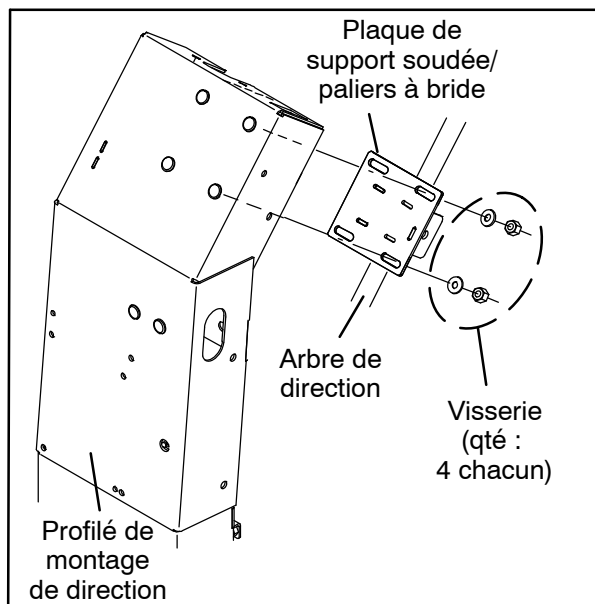

FIG. 46
7. Reposez la visserie de fixation de la plaque de support soudée/les paliers à bride sur le profilé de montage de direction. Ne serrez pas la visserie à fond. La visserie sera serrée lors du réglage ultérieur. (Figure 46)